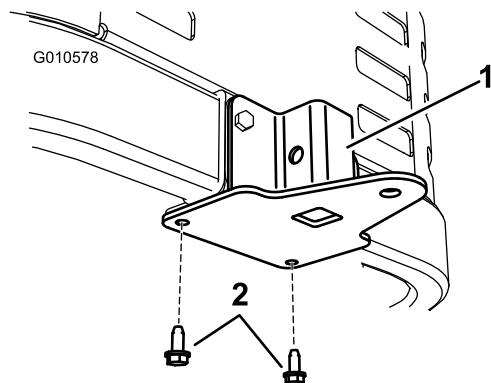

Figura 12
- Assicurate la staffa di supporto alla parte inferiore del telaio della macchina con due viti autofilettanti (5/16 x 3/4 pollice), montate da sotto come illustrato nella Figura 12.